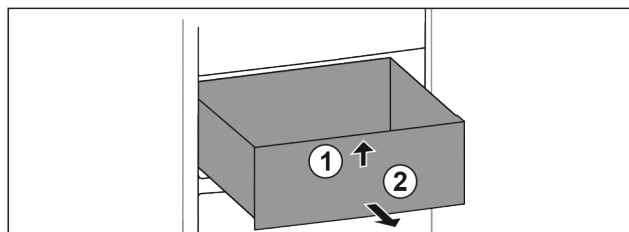

Fig. 66
- ▶ Podignite ladicu sprijeda. Fig. 66 (1)
- ▶ Izvadite ladicu prema naprijed. Fig. 66 (2)